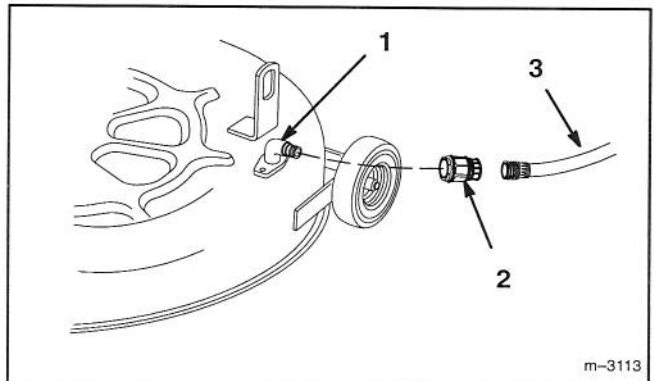

Fig. 15
2. Avvitare il giunto per tubo flessibile all'estremità del raccordo di lavaggio del tosaerba, ed aprire completamente l'acqua (Fig. 15).